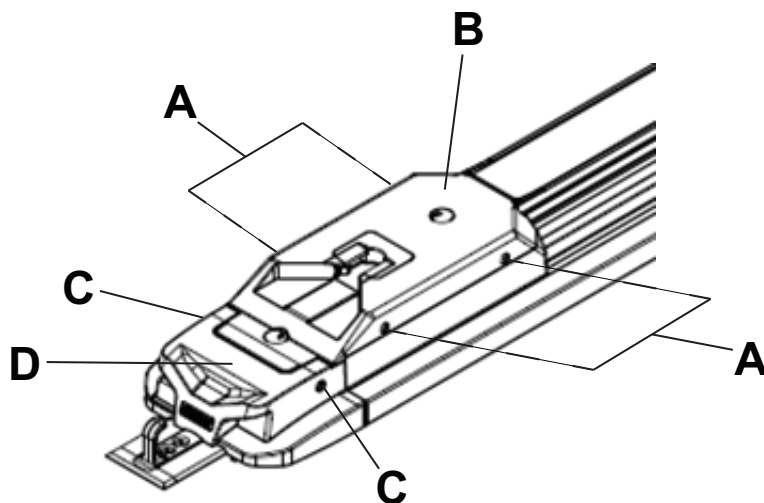

Figura 7 – Gruppo copertura del lato piedi
9. Con un cacciavite Torx T27, rimuovere le quattro viti a esagono incassato (A) che fissano il gruppo copertura del lato piedi (B) al gruppo di trasferimento (Figura 7). Conservare le viti.
10. Con un cacciavite Torx T27, rimuovere le due viti a esagono incassato (C) che fissano il gruppo copertura del lato piedi alla parte anteriore del lato piedi (D) (Figura 7). Conservare le viti.